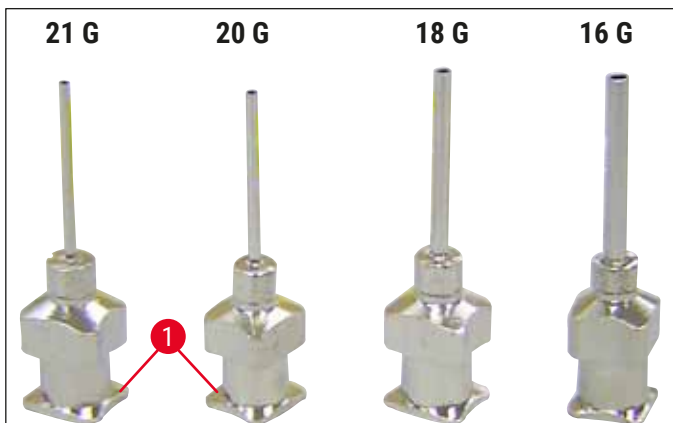

Fig. 14
- Seleccionar la aguja dispensadora prevista para el proceso de cubrición entre los componentes del suministro (→ Fig. 14).